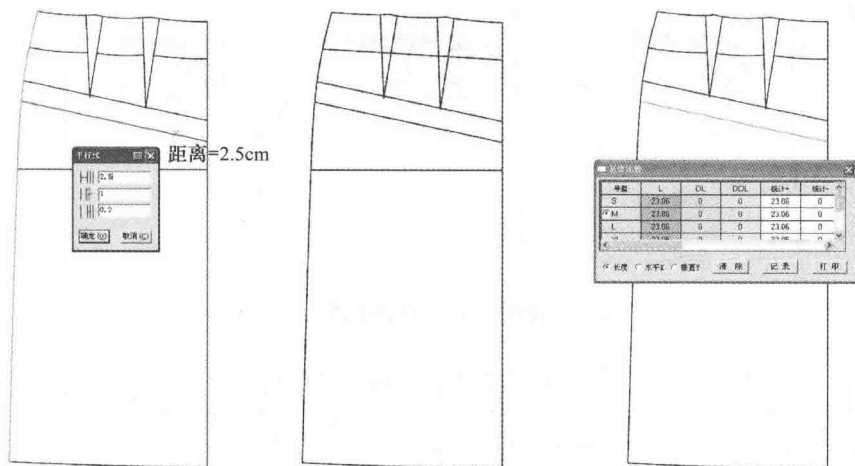

图5-22 画平行线
(1) 如图 5-22 所示, 选择 【智能笔】工具按住【Shift】键, 进入【平行线】功能。输入平行线宽 2.5cm。按【确定】键即可画好腰头线。然后选择 【比较长度】工具测量出平行线长度为 23.06cm。